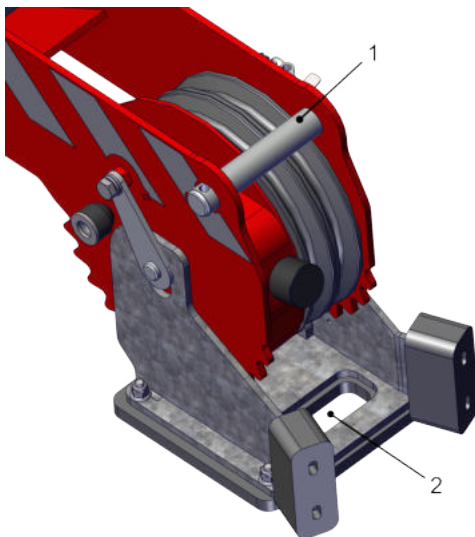

Figure 4.12 Positionner le câble
5. Mettez le câble sur la tête du treuil. Enlevez d'abord la goupille supérieure (1) dans la tête du treuil. Posez le câble sur la poulie à câble centrale, refixez et reverrouillez la goupille du dessus. Positionnez correctement le câble à travers la butée de treuil (voir Figure 4.12).